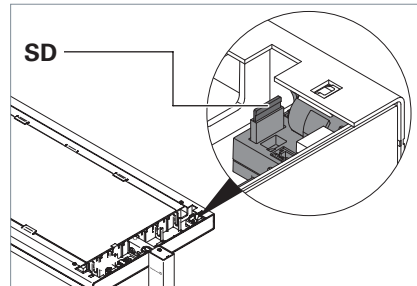

Fig. 6: SD-Karte stecken.
- ▶ Stecken Sie die Speicherkarte **SD** in den Steckplatz des TIME-Moduls, siehe Fig. 6.